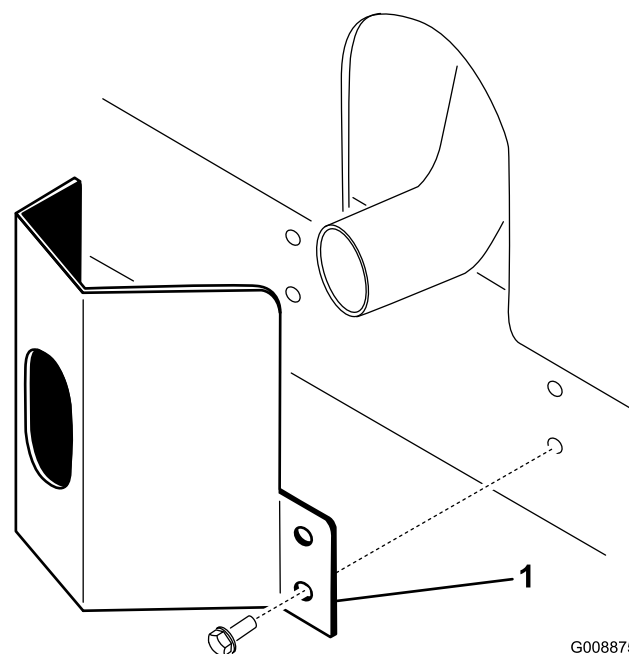

Figura 10
2. Prenda a cobertura do escape ao chassi utilizando 4 parafusos autorroscantes (Figura 10).
1. Coloque a cobertura do escape à volta da panela do escape, enquanto estiver a alinha os orifícios de montagem com os orifícios no chassi (Figura 10).